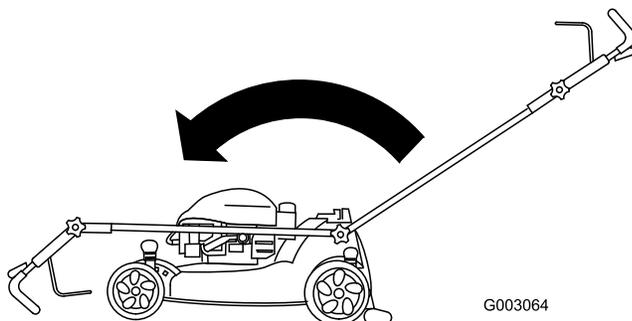

Figura 45
3. Mueva el manillar hacia delante (Figura 45).